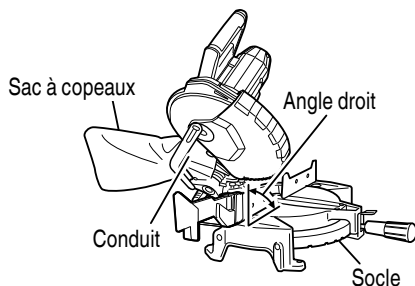

Fig. 35
- (1) Si le sac à copeaux est plein, les copeaux sortent du sac quand la lame tourne. Vérifier le sac à copeaux périodiquement et le vider avant qu'il ne soit plein.
- (2) Lors d'une coupe de biseau ou d'une coupe mixte, fixer le sac à copeaux à angle droit sur la surface du socle comme indiqué à la Fig. 35.